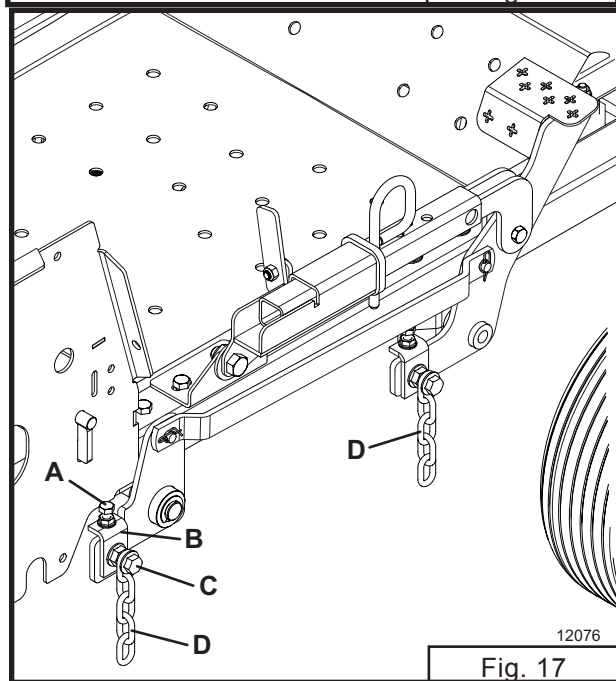

Fig. 17
6. Find justeringsskruen (A) på højre bageste klipperophæng (se fig. 17).
7. Løsn kædebolten (C) på højre bageste klipperophæng lidt og juster på beslaget (B).
8. Juster klipperdækslets bageste del i højre side op eller ned efter behov, så det svarer til klipperens bageste del i venstre side ved at dreje justeringsskruen (A) med uret (op) og mod uret (ned).
9. Drej justeringsskruen (A) indtil afstanden fra knivblade ned til gulvet er den samme i begge sider.
10. Når knivbladene er nivelleret fra side til side, spændes kædebolten (C) godt fast.